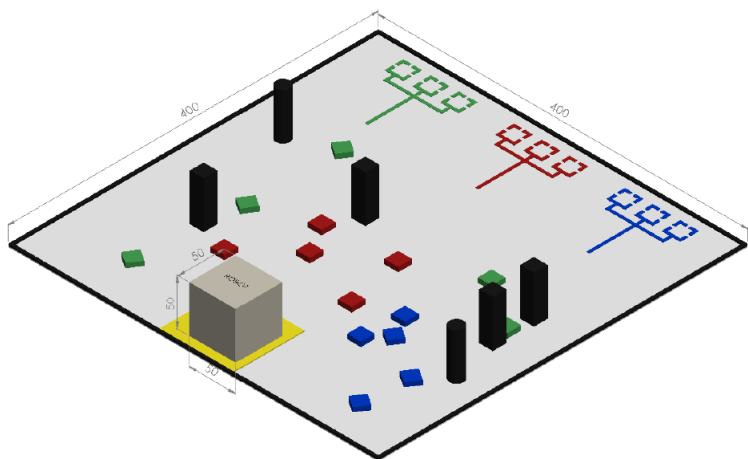

Figura 1: Arena / Área de la competencia
- La figura 1 ilustra tres zonas de descarga coloreadas (rojo, azul o verde) donde el robot colocará los objetos según su color.